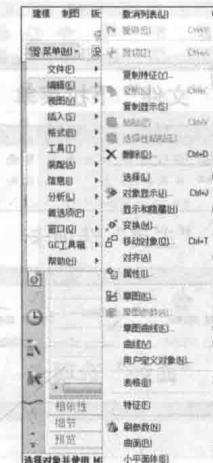

图 1-13 “编辑”菜单
- “编辑”菜单：该菜单主要用于模型文件的设计更改，包括复制、删除、选择以及对象显示等，如图 1-13 所示。